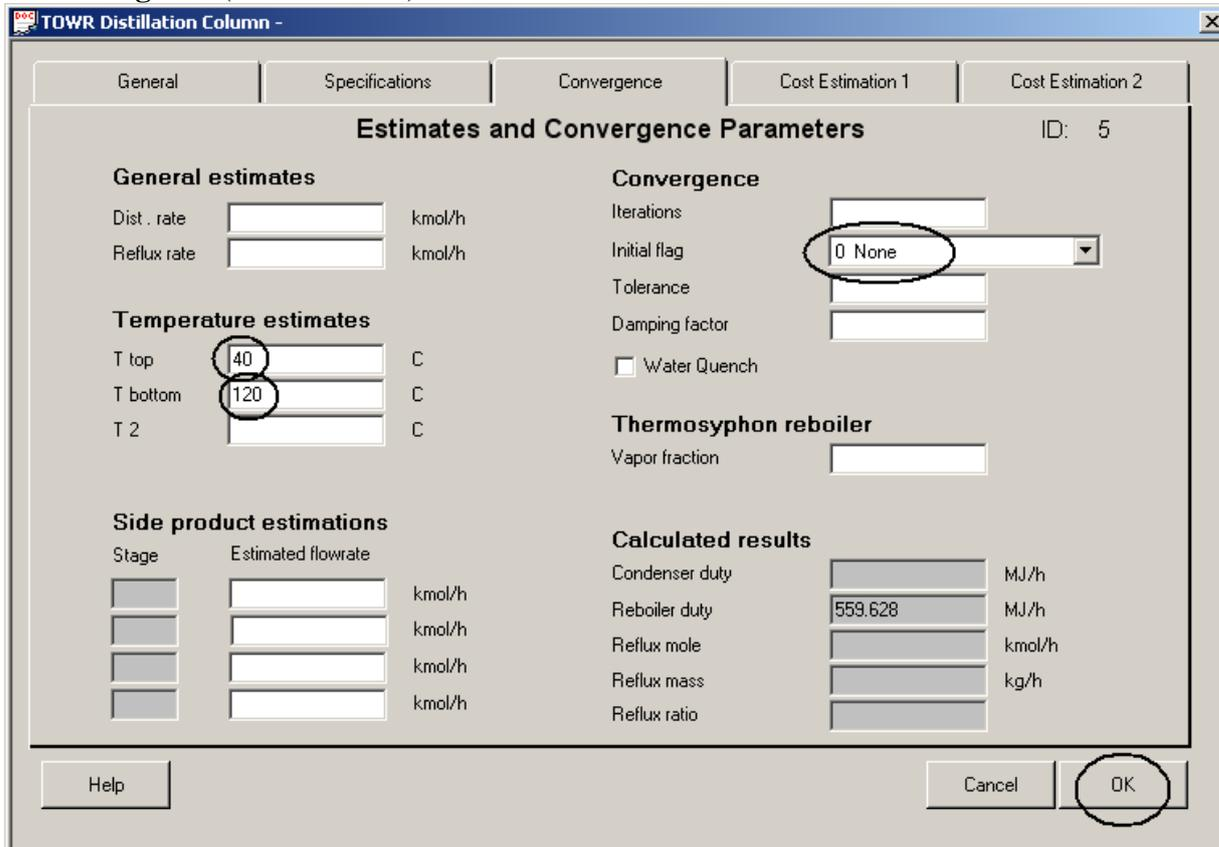

Рис. 6. Настройка колонны ID №6. Вкладка «Convergence».
9. После завершения ввода параметров во вкладке **Specifications** перейти во вкладку **Convergence (Сходимость)** – см. *Рис. 6*.